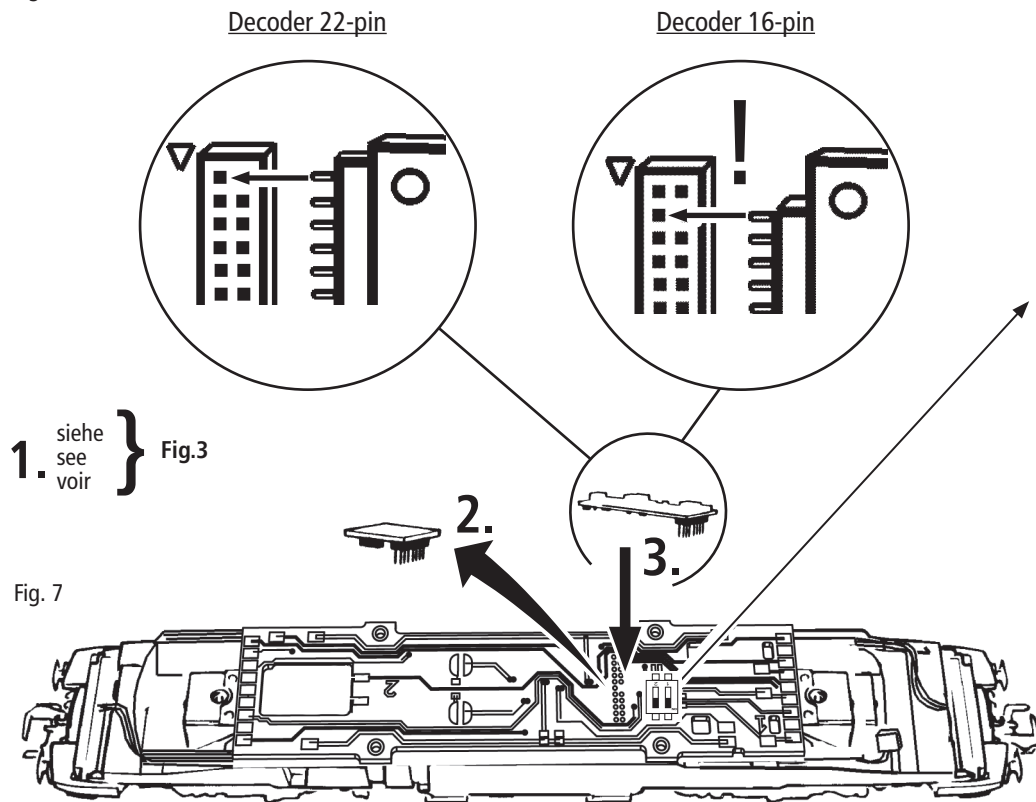

Fig. 8
2. Schmierung: Versehen Sie die im Schmierplan in Fig. 8 gekennzeichneten Stellen mit nur **kleinen Öltropfen**. Dazu zuerst das Lokgehäuse abnehmen (Fig. 3). Wir empfehlen den **ROCO Öler Art.-Nr. 10906**. Fürs Schmieren der Getriebeteile (Zahnräder, Schnecke) empfehlen wir das **ROCO-Spezialfett Art.-Nr. 10905**. Im Falle der Schmierung diese Teile **nicht ölen**.
2. Lubrication: Apply **tiny oil drops** to spots marked in fig. 8. Prior to lubrication dismantle locomotive (fig. 3). We recommend using item no. **10906, Roco oiler**. For lubrication the gearparts (e.g. cogwheels, worm) we would recommend our Roco **special grease** (item no. **10905**). **Attention:** Please do not oil these parts when using our grease.
2. Graissage: N'appliquez **qu'une tout petite goutte** aux endroits indiqués par le plan de graissage (fig. 8) après avoir démonté la caisse de la locomotive (fig. 3). Nous vous recommandons **le graisseur à huile Roco réf. 10906**. Pour graisser les engrenages (roues dentées, vis sans fin) nous vous conseillons la **graisse spéciale Roco réf. 10905** pour engrenages en matières synthétiques. Lorsque vous utilisez cette graisse il faut éviter d'huiler ces composants.